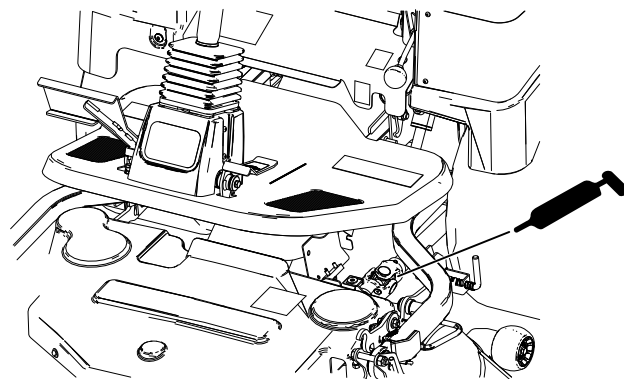

Figura 46
- Spingete in avanti il giunto cardanico dell'albero di trasmissione verso la scatola ingranaggi del tosaerba (Figura 46).